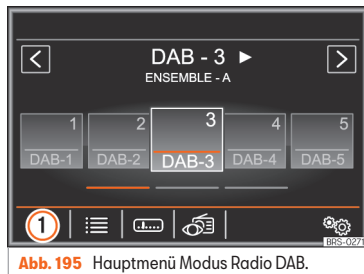

Abb. 195 Hauptmenü Modus Radio DAB.
- Im Hauptmenü **RADIO** die Funktionsfläche »» **Abb. 195** **1** antippen und **[DAB]** auswählen.
Der eingestellte DAB-Sender wird in der oberen Bildschirmzeile **DAB-3** angezeigt, die gewählte Sendergruppe unter **ENSEMBLE-A** »» **Abb. 195**.
Die Funktionsflächen beziehen sich auf das Menü, das erscheint, wenn das Schaltfeld  gedrückt wird » Abb. 195.
(Speicherliste): Anzeige der Speichertasten » Abb. 195.